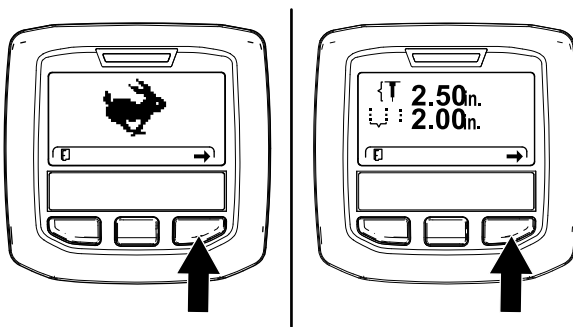
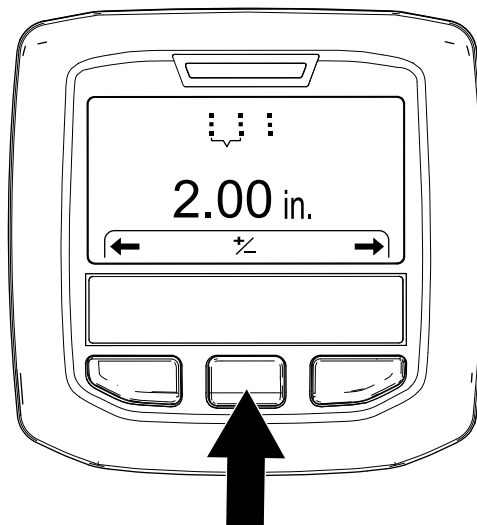

Figure 54
Figure 55
3. Appuyez sur le bouton droit de l'InfoCenter jusqu'à ce que l'écran Setting the Hole Spacing (réglage de l'espacement des trous) s'affiche (Figure 54 et Figure 55).